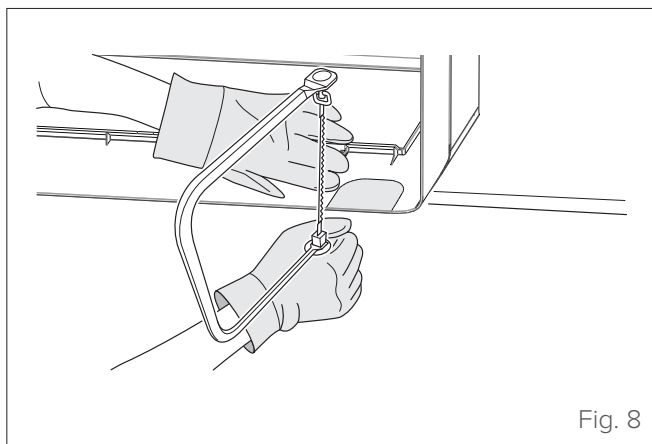

Fig. 8
- 1 Determinare la posizione del foro in base alla posizione della piastra di montaggio. Come ausilio per la scelta della posizione ottimale, fare riferimento al punto "Dimensioni della piastra di montaggio". Il foro nella parete dovrà avere un diametro minimo di 65 mm e una leggera inclinazione verso il basso per facilitare il drenaggio (vedere "Fig. 8").